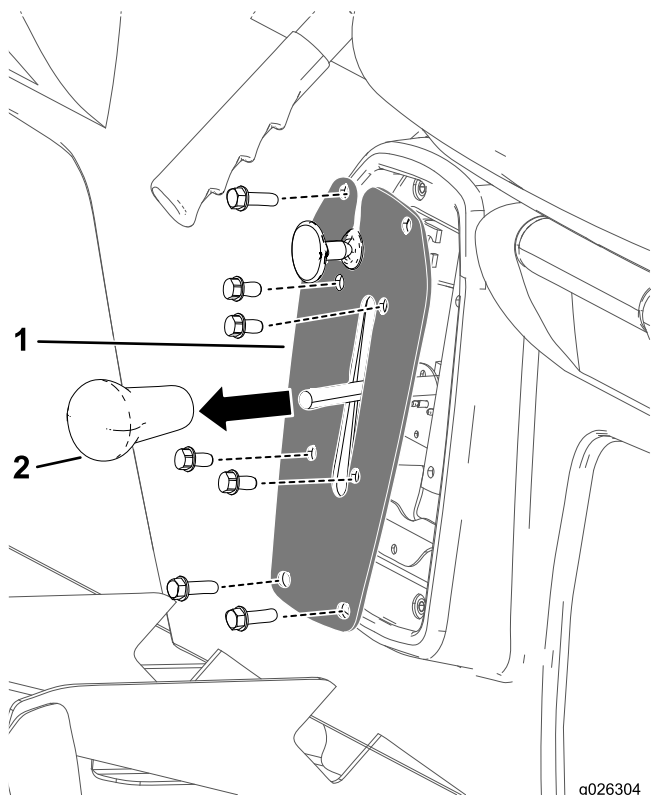

図 42
1. ギアシフトレバーからノブを外す 図 42。
2. シフタープレートをシフターブラケットに固定しているボルト4本を外す 図 42。
3. シフタープレートをシートベースに固定しているボルト4本を外してシフタープレートを外す 図 42。
4. ギアシフトレバーにシフトノブを手締めで取り付ける 図 42。